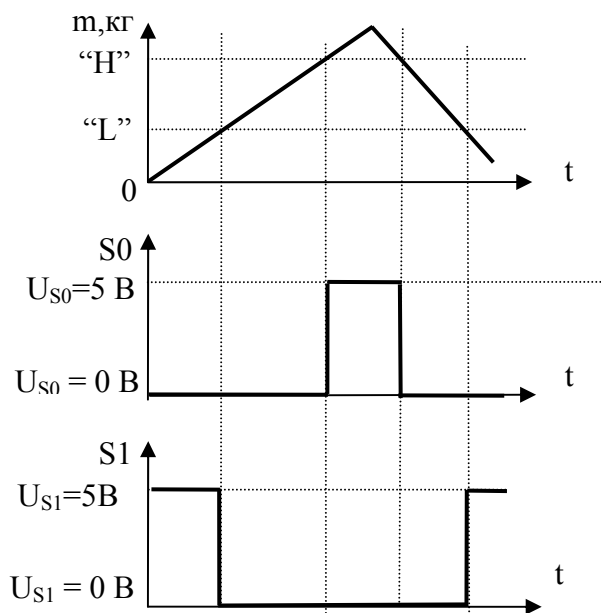
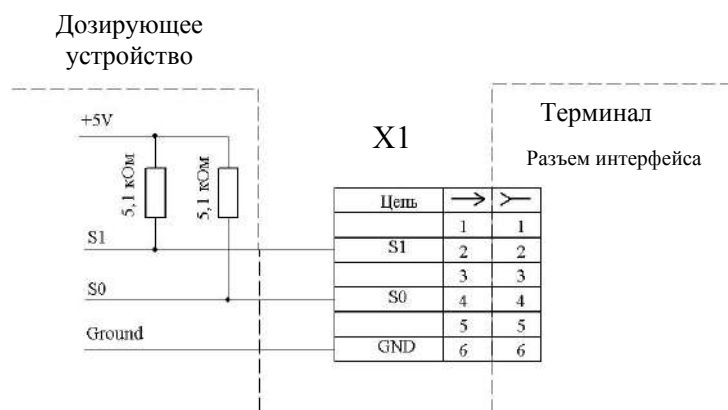

Рис. 8.3- Зависимость сигналов управления от массы дозируемого товара
Рис. 8.4- Схема подключения весам к устройству дозирования. (X1- вилка кабельная MDN-6M)
8.4.2 Сигналы, формируемые весами в режиме управления дозирующим устройством, приведены на Рис. 8.3. Подключение весов к устройству дозирования, производится через разъем интерфейса терминала. Электрическая схема подключения приведена на Рис. 8.4.